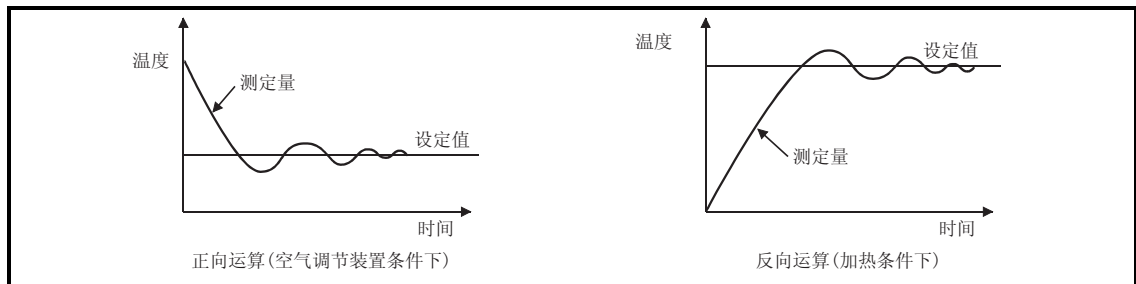

图 1.2 由正向运算和反向运算实现的过程控制示例
- (1) 正向运算是指当测量量增大到超过设定值时增大操作值的运算。
- (2) 反向运算是指当测量量减小到超过设定值时增大操作值的运算。
- (3) 正向运算和反向运算能够在设定值和测量量之差增大时增大操作值。
- (4) 图 1.2 所示为由正向运算和反向运算实现的过程控制的一个例子。